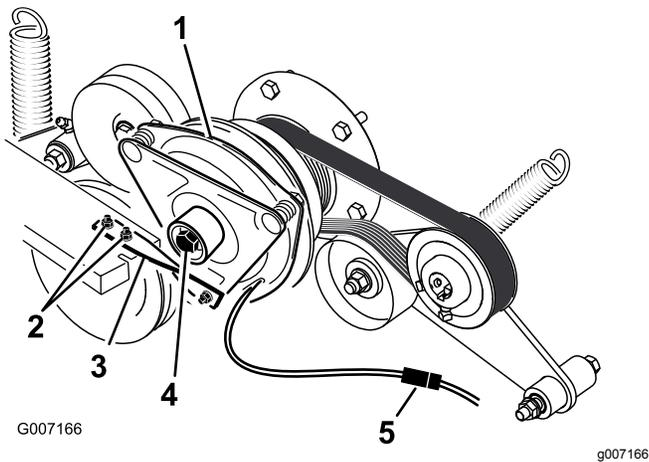

Bild 78
- Schließen Sie den elektrischen Anschluss für die Kupplung ab (**Bild 78**).
- Nehmen Sie die zwei Schrauben ab, mit denen der Gummikupplungsriemen am Mäherrahmen befestigt ist (**Bild 78**).
ist, und entfernen Sie die Kupplung und den Schlüssel (Bild 78).
15. Halten Sie die Kurbelwelle an das Heck der Maschine und setzen Sie die mittlere Schraube ein. Ziehen Sie sie mit 68 N·m an (Bild 78).
16. Befestigen Sie den Gummikupplungsriemen mit den zwei vorher entfernten Schrauben und Muttern am Mäherrahmen (Bild 78).
18. Stecken Sie den elektrischen Anschluss für die Kupplung ein (Bild 78).